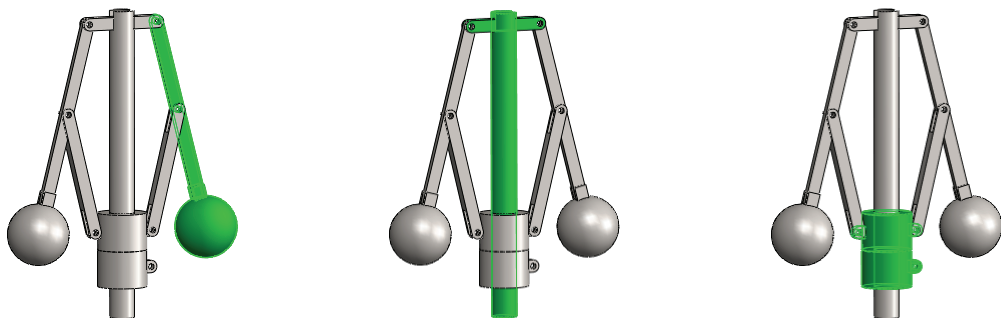

图9-31 设置“接合”接触关系2
STEP 5 同 **STEP 4** 的操作，右键单击“算例”树中的“连接”项，在弹出的快捷菜单中选择“零部件接触”菜单项，分别为“飞球1”和“臂杆1”、“立轴”和“横杆”、“轴环”和“轴套”添加“接合”连接关系，如图9-31所示。